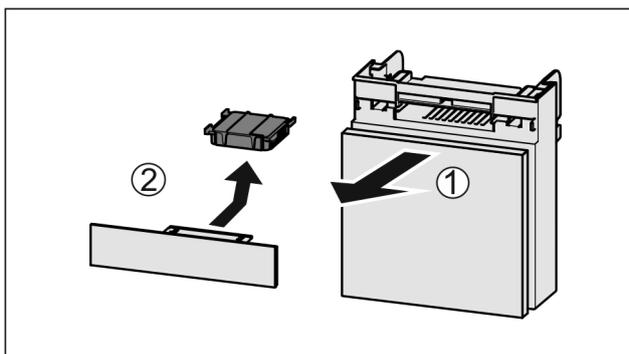

Fig. 114
- ▶ Pretinac izvucite Fig. 114 (1) prema naprijed.
- ▶ Izvadite filtara s aktivnim ugljenom Fig. 114 (2).